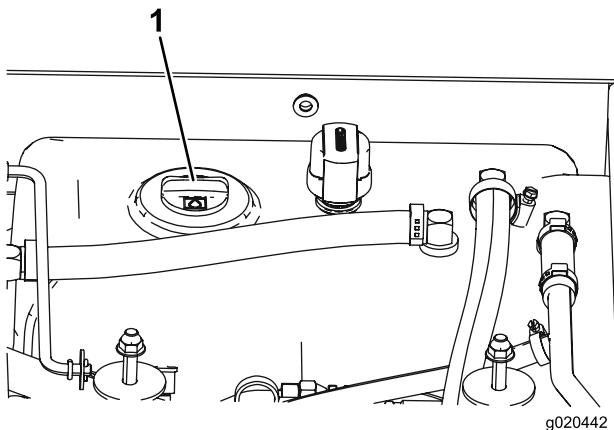

Bild 11
3. Reinigen Sie den Bereich um den Einfüllstutzen und den Deckel des Hydraulikölbehälters (Bild 11). Drehen Sie den Deckel vom Einfüllstutzen ab.